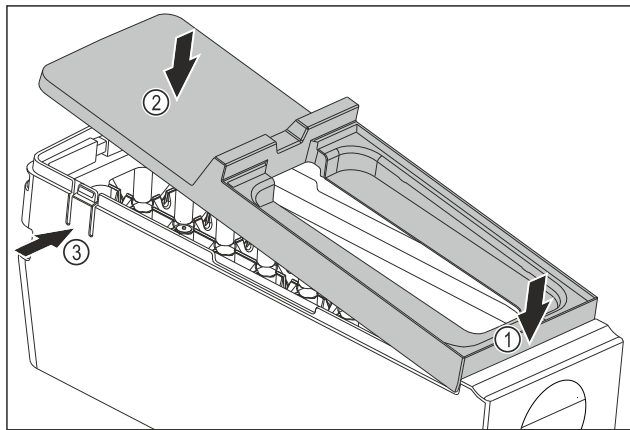

Fig. 147
- Montáž krytu korpusu EasyTwist-Ice: Nasadte kryt na přední stranu. Fig. 147 (1)
- Spusťte kryt vzadu dolů. Fig. 147 (2)
- Kryt slyšitelně zaklapne v obou lamelách Fig. 147 (3).